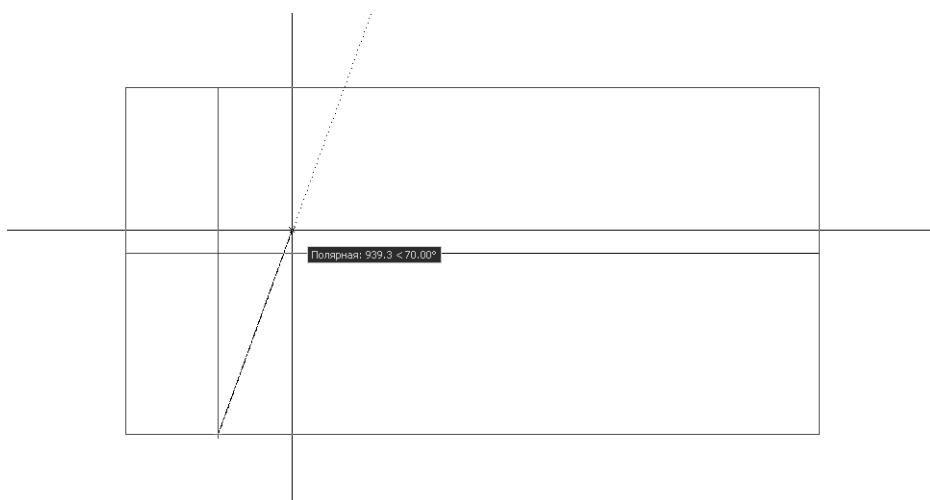

Рис. 6.35 ▼ Выбор второй точки линии с использованием режима **ОТС-ПОЛЯР** (POLAR)
8. Попремещав указатель-перекрестье по экрану, убедитесь в том, что AutoCAD отслеживает углы, кратные 10° . Добившись такого положения указателя-перекрестья, которое соответствует величине 70° , переместите указатель в произвольную точку, которая находится выше средней горизонтальной линии (рис. 6.35) и щелкните для создания отрезка, а затем нажмите **Enter** для завершения команды **Отрезок** (LINE).